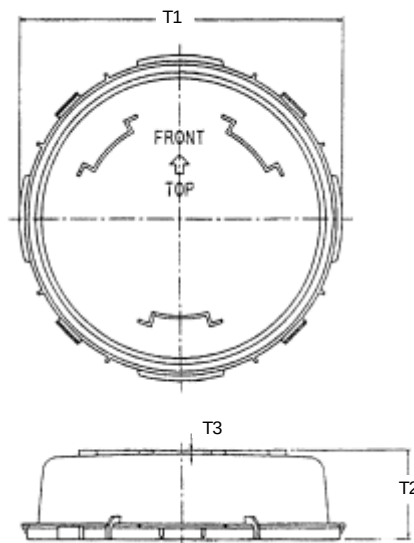

図 4
5.3.1 外部寸法 (Outer Dimensions) – ボックス上部の外部寸法は、図 4 と表 2 に示されている。